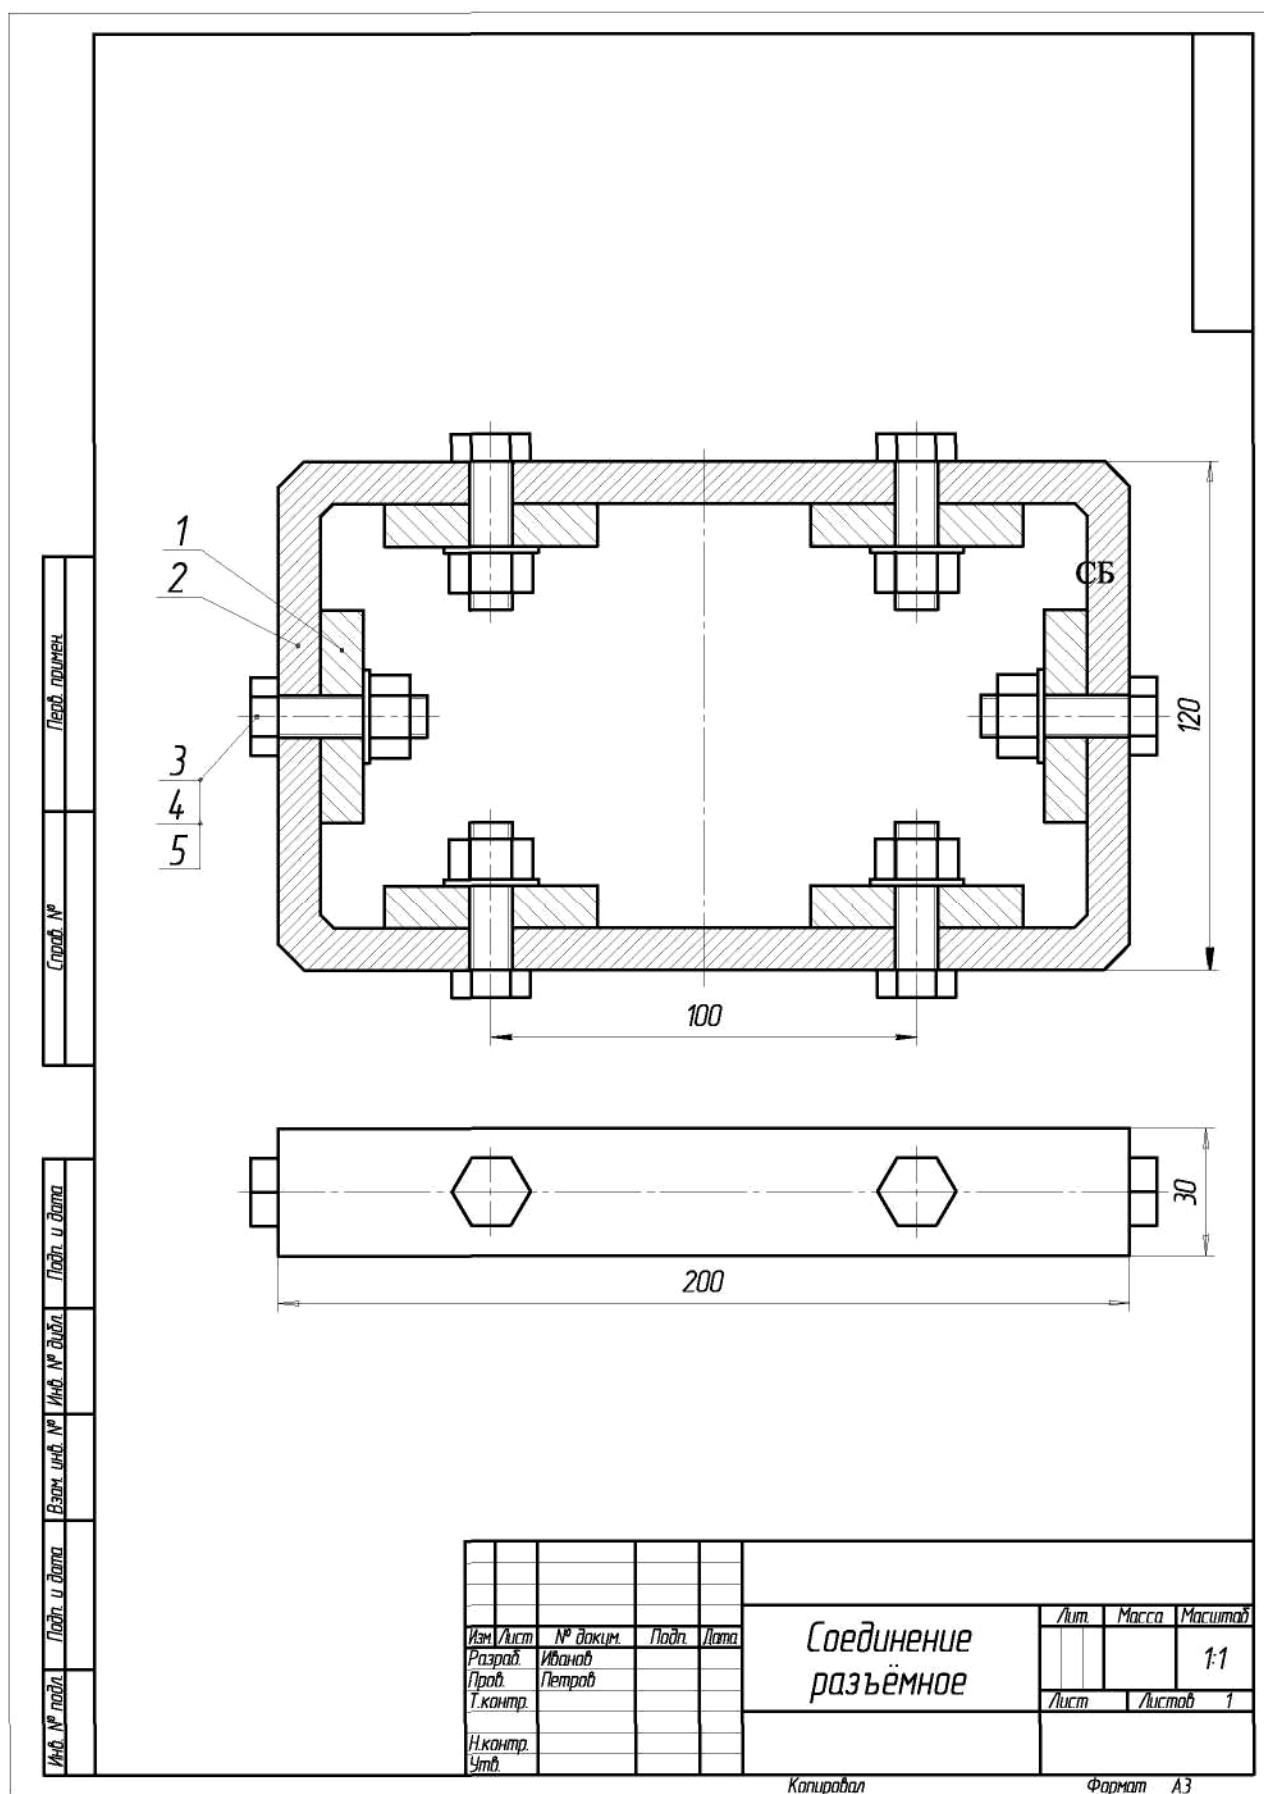

Рис. 4.13. - Пример выполненной работы
9. Выполнить вид сверху (рис. 4.13). Вставить изображения болтового соединения на виде сверху, используя установки в окне **Болт Гайка Шайба** - кнопку **Вид сверху**;